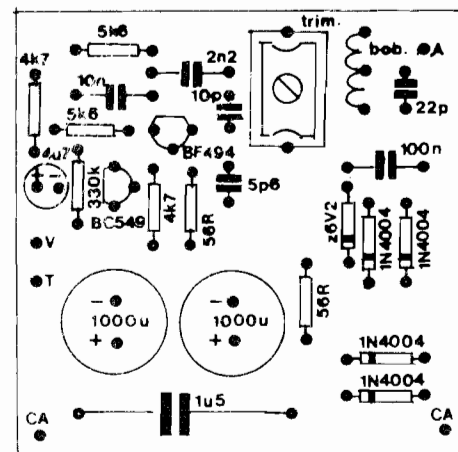

Fig.4
- FIG. 4 - "CHAPEADO" DA MONTAGEM - Agora vista pelo seu lado não cobreado, a placa mostra praticamente todos os componentes colocados, identificados pelos seus valores, códigos, polaridades e outros parâmetros importantes... Observar, com bastante atenção, os seguintes pontos: